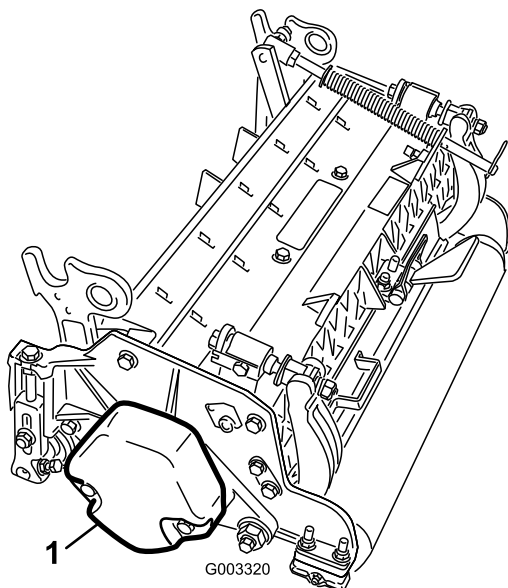

**Рисунок 4**
3. На каждом подъемном рычаге режущего блока снимите стопорный штифт, фиксирующий крышку на поворотной втулке подъемного рычага, и снимите крышку (Рисунок 4).